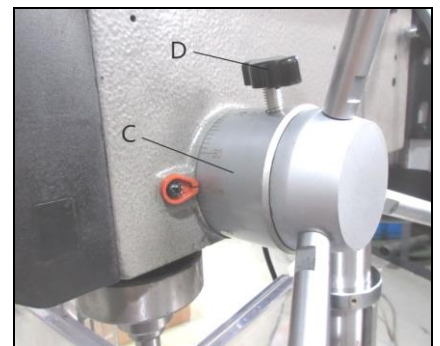

Fig 10
Drehen Sie den Stelling (C, Fig. 10) gegen den Uhrzeigersinn, bis zum Anschlag und klemmen Sie die Griffschraube (D) fest.